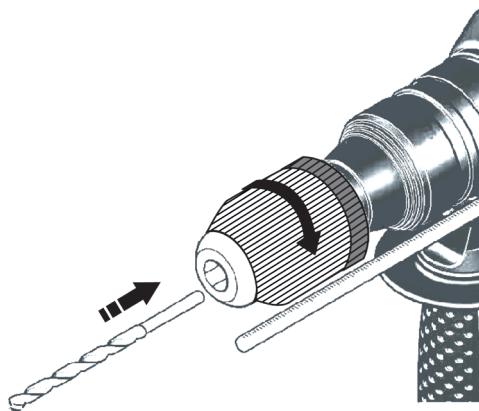

Рисунок 3. Схема встановлення свердла у патрон виробу.
- вставити свердло до упору в швидкозатискний патрон (9, рис. 1) і надійно зафіксувати — обертаючи вручну обойму швидкозатискного патрона у напрямку руху годинникової стрілки (рис. 3);